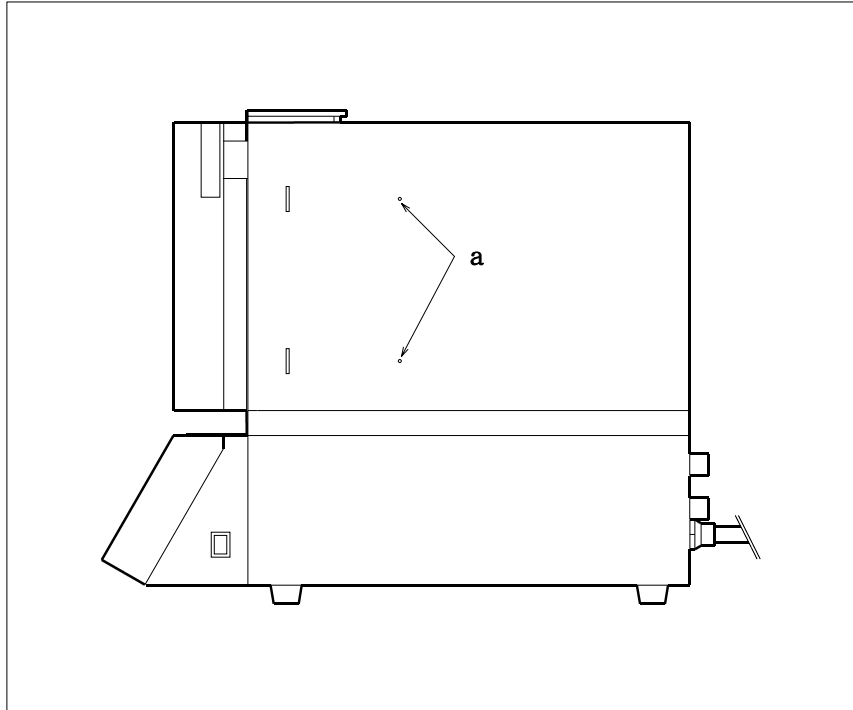

図 1
- ・図1の"a"の2ヶ所のビスを取り、角溝に合わせてガス導入ユニットを取り付けてください。